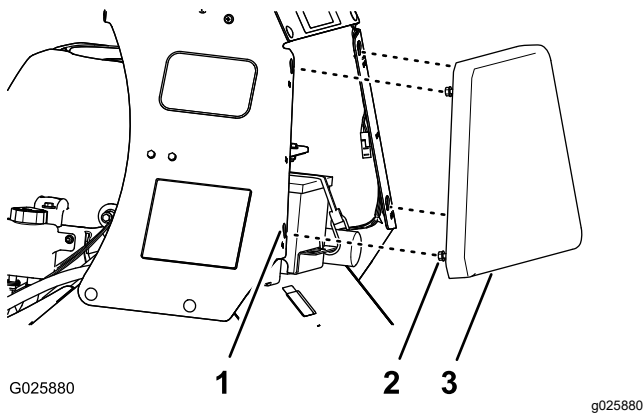

Figure 31
2. Avancez la plaque jusqu'à ce qu'elle soit de niveau avec le cadre de la console (Figure 31).
3. Abaissez la plaque jusqu'à ce que les boulons à embase soient engagés dans les fentes (Figure 31).
1. Desserrez les 4 boulons à embase qui fixent la plaque aux panneaux gauche et droit de la console (Figure 31).
2. Soulevez la plaque de la console (Figure 31) d'environ 13 mm ( $\frac{1}{2}$  po).
3. Tirez la plaque en arrière et déposez-la de la machine (Figure 31).
1. Placez les 4 boulons à embase sur la face avant de la console en face des 4 fentes en trou de serrure dans le cadre de la console (Figure 31).